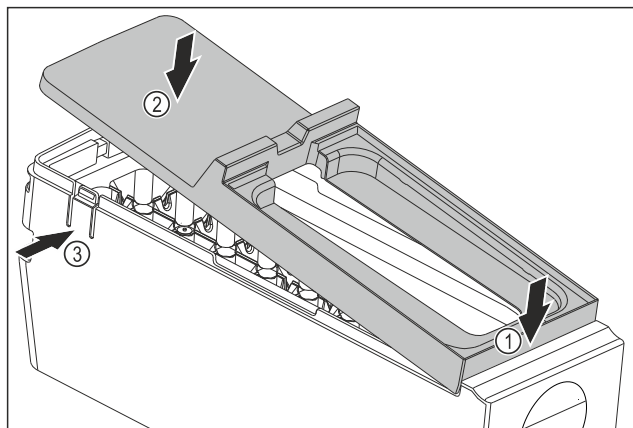

Fig. 123
- ▶ Montirajte poklopac tijela sustava EasyTwist-Ice: Postavite poklopac sprijeda. Fig. 123 (1)
- ▶ Spustite poklopac straga. Fig. 123 (2)
- ▶ Poklopac će se čujno uglaviti u oba jezička Fig. 123 (3).